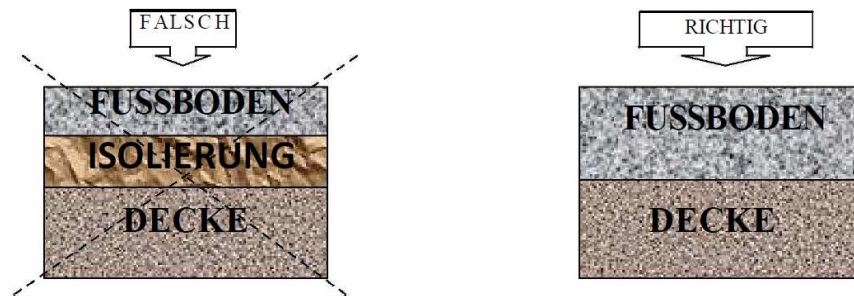

Abb. 1.2. Kaminunterlage.
Um die Schwenktür sicher auszunehmen, den Splint Z an der oberen Scharnierstift entfernen (Bild 1.2), die Tür vorsichtig öffnen und heben bis der untere Stift aus dem Loch im Rahmen herauspringt.
- Mit „kaltes“ Hand die Zünglein A, der den Hubwagen sichert, um 90° drehen und dadurch unter den horizontalen Flansch der Türabschirmung bringen. Der Hebel befindet sich über den oberen Türtrand in der geschlossenen Position (Bild. 1.2-, Bild. 1.3 - A).
- Mit „kaltes“ Hand die Zünglein B, der die Türe aufschließt, um 90° „auf sich“ drehen - findet sich auf rechter Seite (in Modelle Volcano 2BLTh, die Zünglein findet sich auf linker Seite) im oberen und unteren Türtrand (Bild.1.2, 1.3 - B)
Um das Biegen des Bodens zu vermeiden, sollte der Einsatz auf der vorher vorbereiteten Stelle, die in der Regel den Umriss der geplanten Ausmauerung bildet, aufgestellt werden. Die Montagestelle sollte eine feste Unterlage bilden, also über keine Isolierungsschicht wie z. B. Styropor, Mineralwolle oder Holzspanplatte (Abb. 1.2) verfügen. **Die Unterlage darf nicht aus leichtbrennbaren Stoffen ausgeführt sein.** Brennbar Böden wie z. B. Parkett, Panele, Teppichböden und dergleichen, erfordern eine Schutzschicht aus nichtbrennbaren Materialien wie z. B. Steinplatte, Terrakotta und dergleichen.